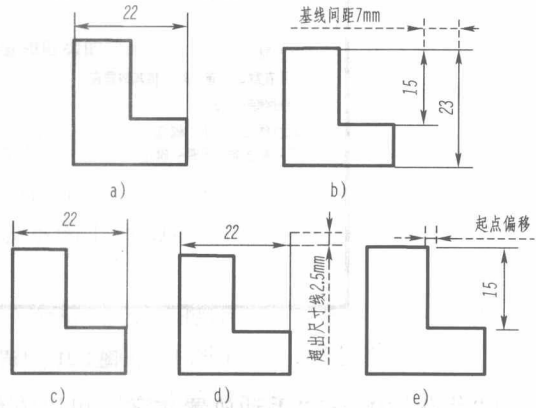

图 1-19 “线”选项卡中各参数的效果
- ①由于标注的尺寸是一个复合体,它是以图块的形式储存在图形中,因此各尺寸线的“颜色”与“线型”一般均取缺省值“ByBlock”。
- ②“超出标记”只有在使用建筑标记、斜线、积分和无箭头时有效;“基线间距”是控制基线型尺寸标注相邻尺寸线间的距离,国标规定为 6~10mm,可取 7mm,效果如图 1-19 b)所示。
- ③“隐藏尺寸线”和“隐藏尺寸界线”主要用于一些半剖视图的尺寸标注,效果如图 1-19 a)、c)所示。
- ④尺寸界线“超出尺寸线”的一般为 2~3mm,取 2.5mm,效果如图 1-19 d)所示。